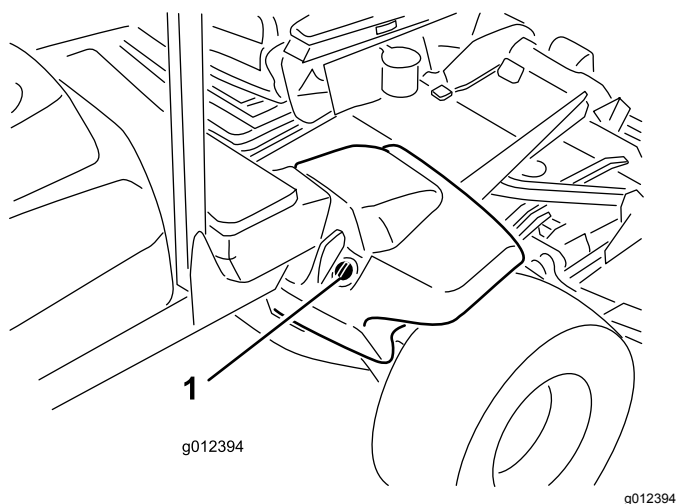

Figura 22
2. Pulite attorno al collo del bocchettone e del tappo del serbatoio idraulico (Figura 22).